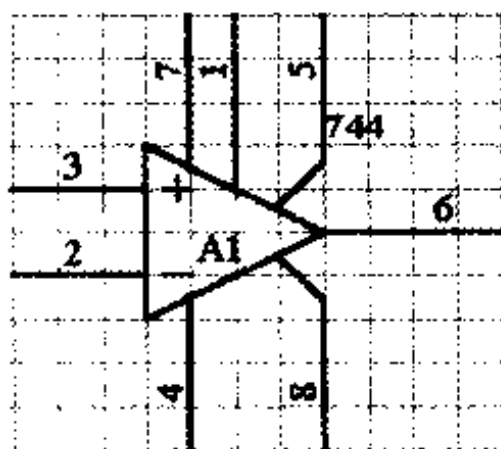

图 2-27 设置属性后的元件
(2) 在对话框的 Lib Ref 选项输入框中显示出了此元件在元件库中的型号,这个选项是不允许修改的;在 Footprint 选项输入框中输入 DIP-8,规定元件的封装形式。
(3) 在 Designator 选项的输入框中输入 A1,规定元件的序号,此选项输入框中的内容将在图纸中显示出来;在 Part 选项输入框中规定元件型号,此选项的内容也将在图纸中显示出来,这里为了图纸的表达需要,输入 744。
(4) 在 Sheet 选项输入框中可以设置图纸号,本例中暂时不填;Part 选项是用来设置功能块序号的,此选项用于设置含有多个相同功能块的元件,而对于其他元件无效。
(5) 单击对话框底部的 OK 命令按钮,返回工作窗口,用鼠标分别单击元件序号和元件型号,将它们拖动到适当的位置,编辑后的元件如图 2-27 所示。